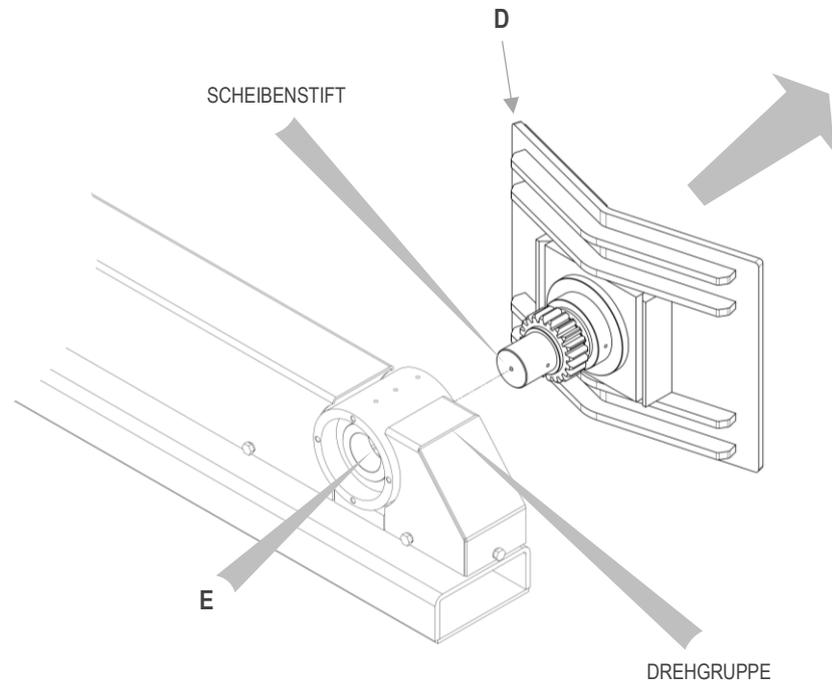

Abbildung 42
4. Die Scheibe **D** entfernen, indem man die vorderen Teil herauszieht, siehe Abbildung 42. Wenn sich die Scheibe nur schwer entfernen lässt, schlagen Sie mit einem Gummihammer und einem Nylonstab, dessen Durchmesser kleiner ist als der Stift der Scheibe, auf die Seite der Scheibe **E** siehe Abbildung 42